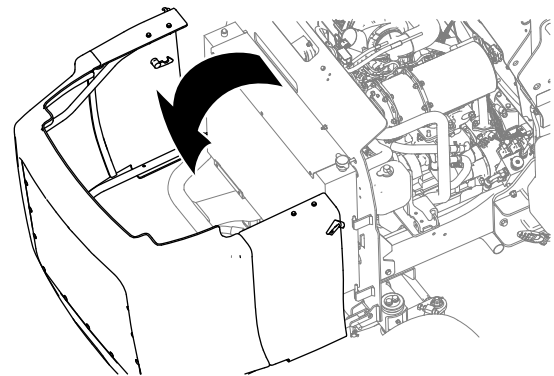

Figure 64
5. Déverrouillez et soulevez le capot (Figure 64).